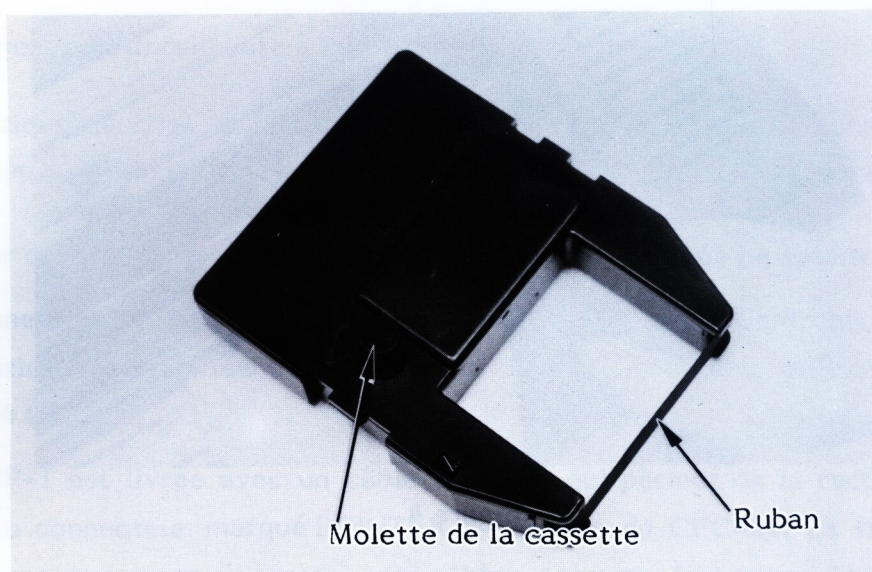

Figure 2
1. Sortir la cassette-ruban de son sachet polyéthylène et tendre le ruban en tournant doucement la molette sur le dessus de la cassette dans le sens de la flèche (voir la figure 2).